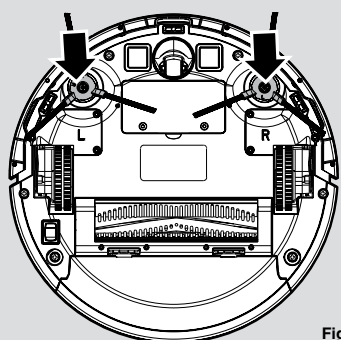

Fig. 3
6. Enfoncez les deux brosses rotatives sur lesquelles figurent les lettres L et R sur les supports jusqu'à ce que vous entendiez un clic. Faites attention à ce que L et R figurent aussi bien sur l'appareil que sur les brosses. [Fig. 3]